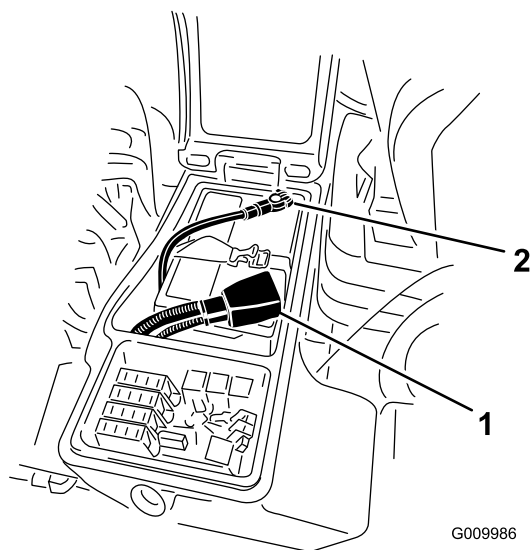

Figura 93
3. Retire o cabo negativo (preto) do terminal negativo (-) e o cabo positivo (vermelho) do terminal positivo (+) da bateria (Figura 93).
- Instale o cabo positivo (vermelho) no terminal positivo (+) e o cabo negativo (negro) no terminal negativo (-) da bateria (Figura 93).